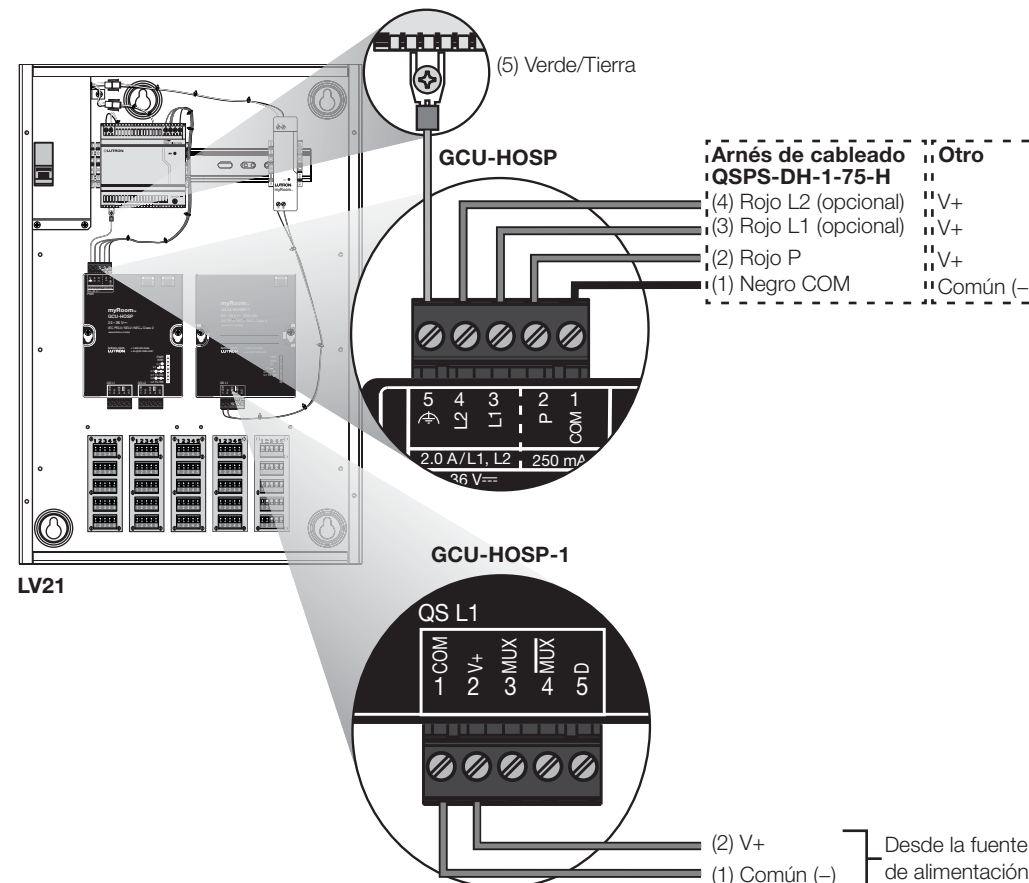

Figura 3: LED de diagnóstico
- 5. Verifique la operación:** Confirme que la unidad esté energizada observando el LED PWR ubicado en la parte delantera del mismo. Puede obtenerse más información de diagnóstico en los LED de diagnóstico adicional de la unidad. Para obtener una explicación de los LED de diagnóstico consulte la **Figura 3**.